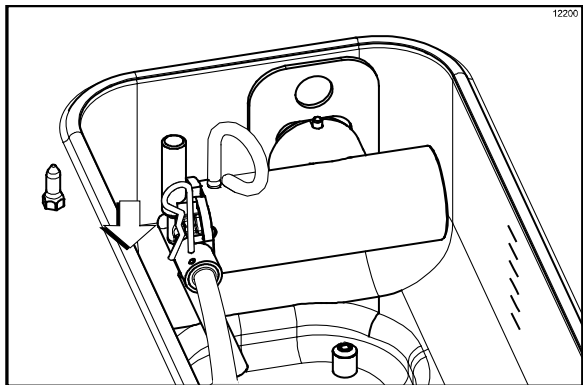

Figure 167
- Lorsque le mélange s'arrête de couler à grosses bulles dans le cylindre de réfrigération, retirer la tige de retenue du raccord de sortie de la pompe à mélange. Insérer l'extrémité sortie du tube d'alimentation en mélange dans l'orifice d'admission de mélange du réservoir de mélange. Placer l'extrémité admission du tube d'alimentation en mélange dans le raccord de sortie de la pompe à mélange. Fixer au moyen de la tige de retenue (Cf. Figure 167).